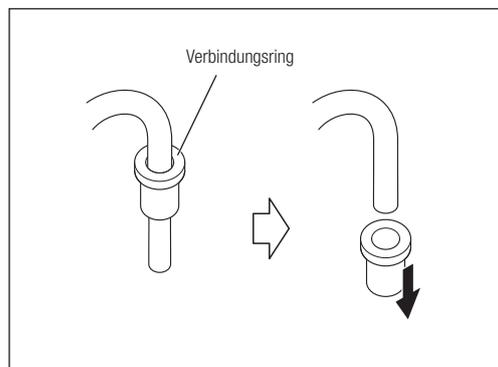

Abb. 52
- 4) Entfernen Sie den Verbindungsring von der Wasserdüse. Bewahren Sie diesen auf. Den Ring können Sie am neuen Kühlmittelpumpensatz wieder verwenden (Abb. 52).